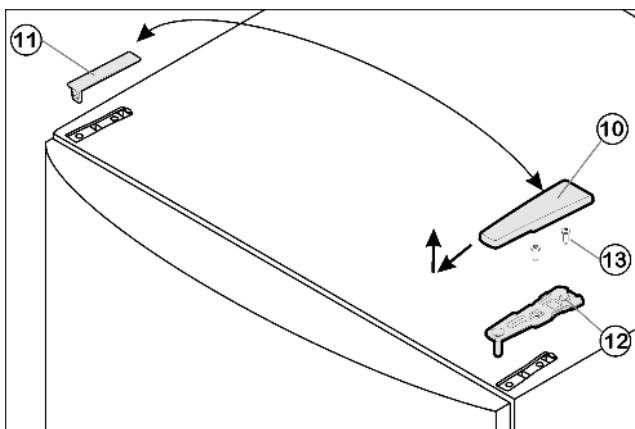

Fig. 4
- Потяните крышку Fig. 4 (10) вперед и вверх.
- Снимите крышку Fig. 4 (11).
- Открутите верхний опорный кронштейн Fig. 4 (12) (2 шт. Torx® 25) Fig. 4 (13) и вытяните вверх.
- ▶ Установите верхний опорный кронштейн Fig. 4 (12) на новой стороне шарнира и защелкните в дверце.
- ▶ Прикрутите верхний опорный кронштейн Fig. 4 (12) **(с моментом 4 Нм)** (2 шт. Torx® 25) Fig. 4 (13). При необходимости проделайте отверстия или используйте аккумуляторную отвертку.
- ▶ Защелкните крышку Fig. 4 (10) и крышку Fig. 4 (11) на противоположной стороне.